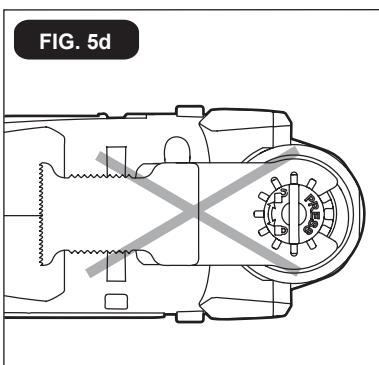

FIG. 5d
**AVERTISSEMENT** La lame ne doit jamais être fixée de manière à ce qu'elle soit tournée vers l'arrière, car l'utilisation dans cette position peut entraîner des blessures graves (FIG.5d).